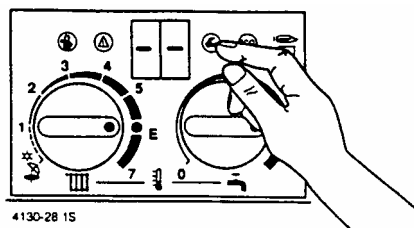

Рис. 47
- Нажать сервисную кнопку и держать до появления на дисплее "- -", рис. 47.